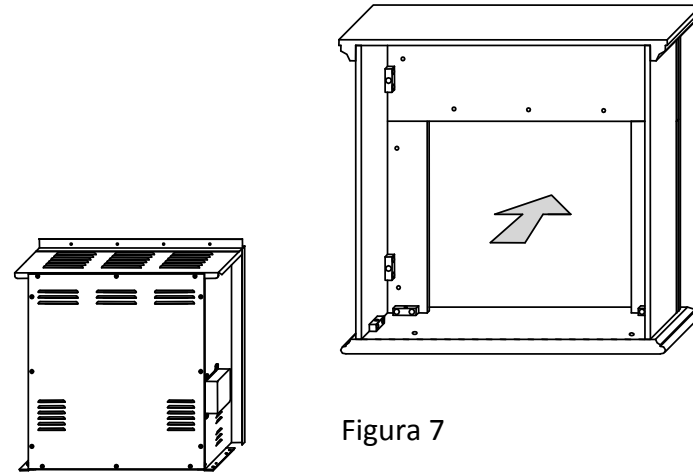

Figura 7
Ponga la adición en el lugar e instale la adición a la repisa de chimenea. Conecte la parte superior de la adición a la repisa de chimenea con 3 TORNILLOS (W). Conecte los CLIPS CRECIENTES en el fondo de la repisa de chimenea con 2 TORNILLOS (V). Vea Figura 7 y 8.